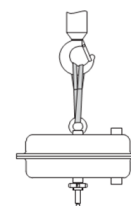

Abb. 1
Die angeschweißte Ringschraube am oberen Teil des Membrangehäuses dient zur Montage und Demontage des Stellantriebs. Das montierte Produkt nicht nur an der Ringschraube heben. (Siehe Abb. 1)
1. Sicherstellen, dass der Ventilkegel sicher im Ventilsitz passt. (Abb. 1)